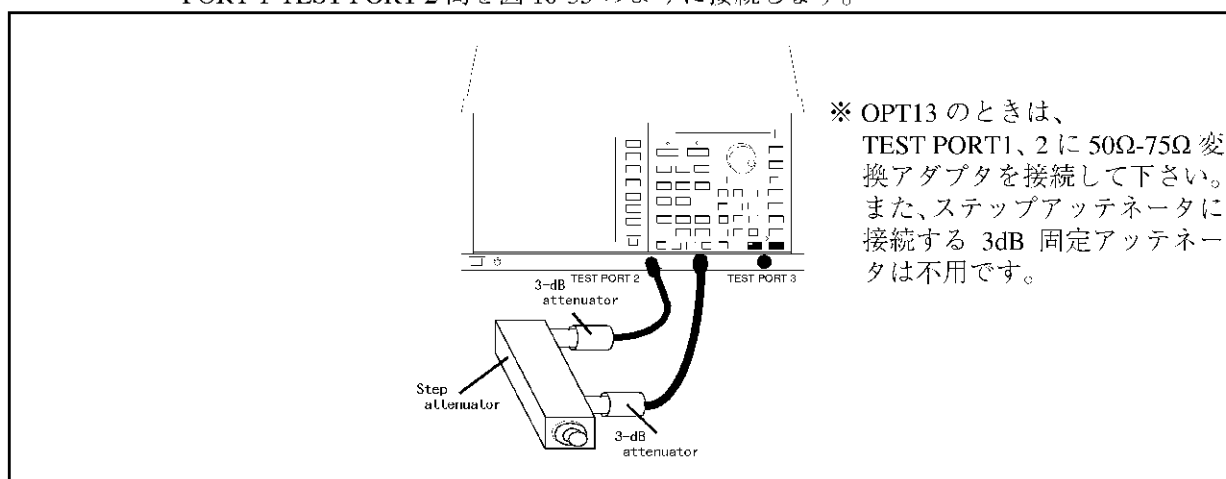

図 10-35 TEST PORT 1 のダイナミック・レベル確度測定の接続
- (1) 2個の 3dB 固定アッテネータ、ステップ・アッテネータを RF ケーブルを使用して、TEST PORT 1-TEST PORT 2 間を図 10-35 のように接続します。